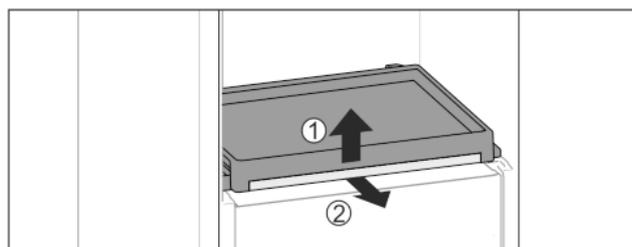

Fig. 37
- ▶ Выньте выдвигную панель со стеклянной панелью: Слегка приподнимите спереди стеклянную полку Fig. 37 (1) и потяните вперед Fig. 37 (2).